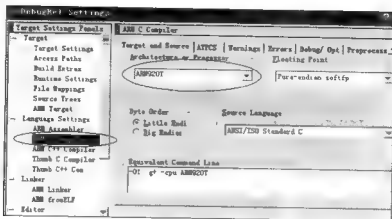

图 6-15 选择“ARM C Compiler”
(3) 在“DebugRel Settings”对话框左侧选择“ARM C Compiler”，然后在“Architecture or Processor”下拉列表框中选择“ARM920T”，如图 6-15 所示。